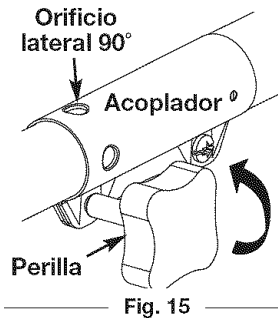
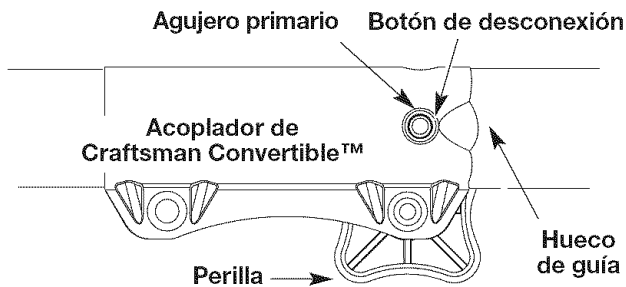
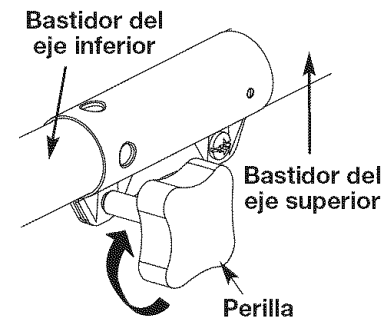

Fig. 15
Fig. 16
Fig. 17
2. Gire la perilla en sentido antihorario para aflojarla (Fig. 15).
3. Oprima y sostenga el botón de desconexión (Fig. 16) y gírelo con firmeza 90° en cualquier dirección (según el modo en que quiere recortar el borde) (Fig. 15).
4. Dé vuelta a la perilla a la derecha para trabar el acoplador (Fig. 17).
**PRECAUCIÓN:** Antes de operar esta unidad, cerciórese de que el botón de liberar esté completamente trabado en el agujero primario (Fig. 16), y que la perilla (Fig. 17) esté bien apretada.
2. De vuelta a la perilla a la izquierda para aflojar el acoplador (Fig. 15).
3. Mientras que firmemente sostiene el accesorio, empújelo derecho en el acoplador hasta el botón liberador (Fig. 16) se encaja a presión hacia el agujero primario (Fig. 16). El agujero primario está en el lado opuesto del acoplador de la perilla (Fig. 16). La alineación del botón de desconexión con el hueco de guía facilitará la instalación (Fig. 16).
3. Oprima y sostenga el botón de desconexión (Fig. 16).